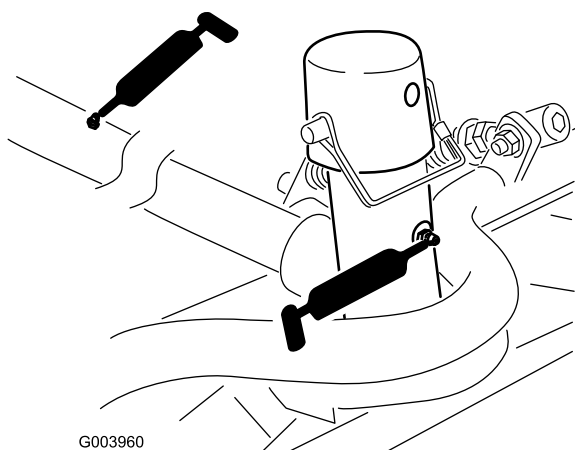

Figura 47
- Bastidor de tiro y pivote de la unidad de corte (2 en cada) (Figura 47).